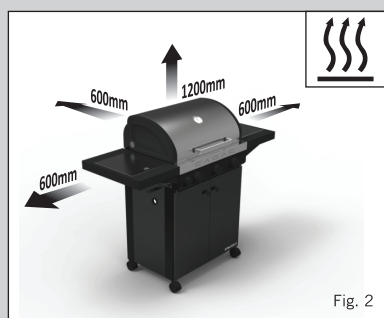

Fig. 2
- Veiller à ce que l'appareil soit utilisé loin de tout matériau inflammable. Les distances minimales de sécurité sont de 1,2 m au-dessus de l'appareil et de 60 cm à l'arrière et sur les côtés de l'appareil (voir Fig. 2).